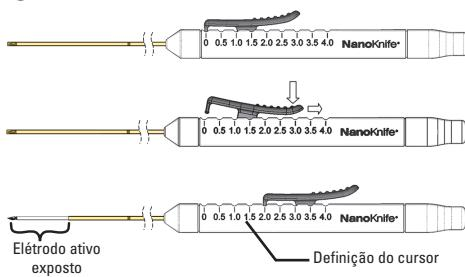

Figura 6: Ajuste da exposição do eléktrodo
13. Verifique o comprimento do eléctrodo exposto indicado pelo cursor no manípulo (consulte a Figura 6).